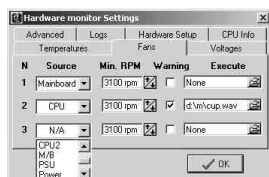

图 7
4. Fans (风扇转速监控) 板块: 这个板块是对风扇转速进行监控的模块(图 7)，最大允许同时监控 3 个风扇的转速，当风扇实际转速低于 Min. rpm 中所设置的数值就报警。这里同样可以在 Execute 中选择一个声音文件作为报警声。3 个不同风扇转速监控是相对独立的，也可以根据情况对不同的风扇报警进行不同的设置。比如 CPU 风扇就应该打开报警功能并将 Min. rpm 中的数值进行适当的调整，而机箱风扇就可以不用打开报警功能。